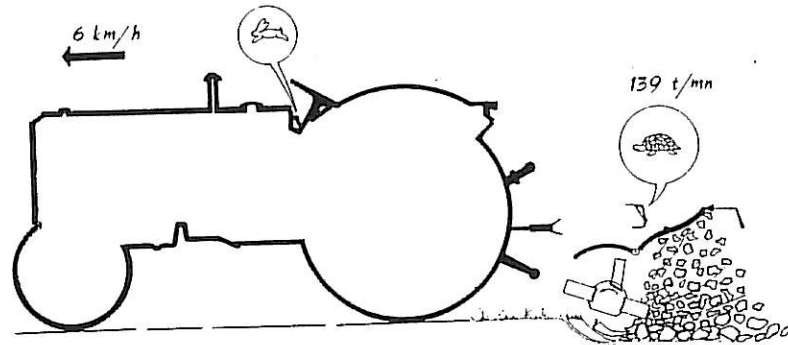

Fig.13
As a general principle fine tilths are produced by a combination of slow tractor speeds, and a lowered trailing board.- See fig. 13 (X). Conversely, coarse tilths are produced by fast tractor speeds, and a raiser trailing board - See fig. 14 (X).
Como regla general una lenta velocidad de avance del tractor y la tapa trasera bajada en el Rotavator - fig. 13 (X) producen una máxima disgregación del suelo. Por el contrario una alta velocidad de avance del tractor y la tapa trasera del Rotavator levantada producen una granulometría más gruesa - fig 14 (X).